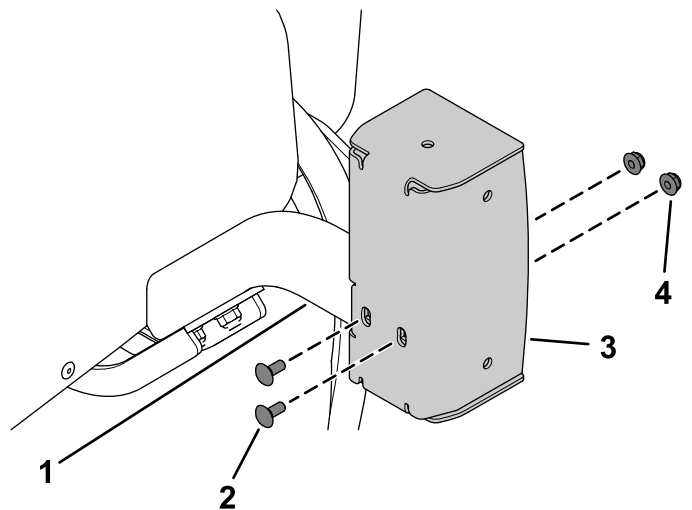

Figura 24
4. Prenda a caixa da luz esquerda e caixa da luz direita à montagem curta esquerda e montagem curta direita utilizando quatro parafusos de carroçaria ( $\frac{1}{4}$  x  $\frac{5}{8}$  pol.) e quatro porcas de bloqueio ( $\frac{1}{4}$  pol.) como se mostra na Figura 24.